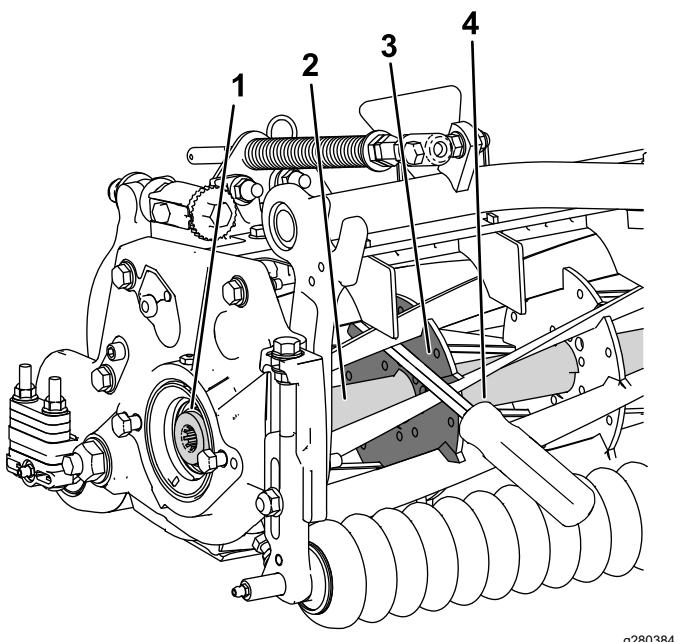

Figura 29
1. Inserite un piede di porco con manico lungo ($\frac{3}{8}$ " x 12") raccomandato con manico a cacciavite) attraverso la parte anteriore del cilindro di taglio, più vicino al lato dell'apparato di taglio da serrare (Figura 29).
2. Posizionate il piede di porco contro il lato di saldatura del rinforzo del cilindro di taglio interno (Figura 29).